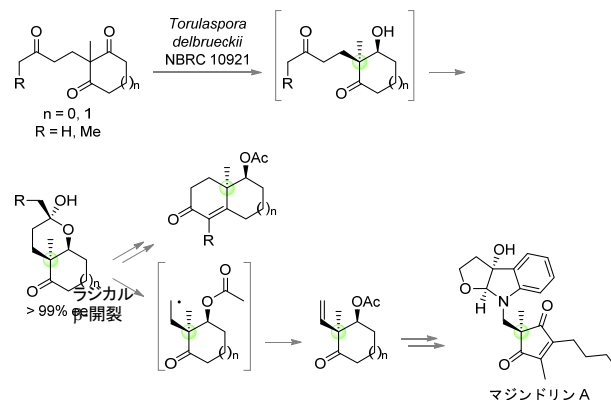

図2 微生物反応と有機合成を活用した
- プロキラルなカルボニル化合物に作用する微生物を探索し、酵母の一種 *Torulaspora delbrueckii* を選択し、不斉還元を行いました(図2)。
- 還元され生成したアルコールは、分子内環化反応を経て、光学的に純粋な二環性化合物へと変換しました。また、ラジカルβ-開裂などの化学変換を開発し、インターロイキン6の活性阻害剤マジンドリン A の形式全合成に成功しました(図2)。